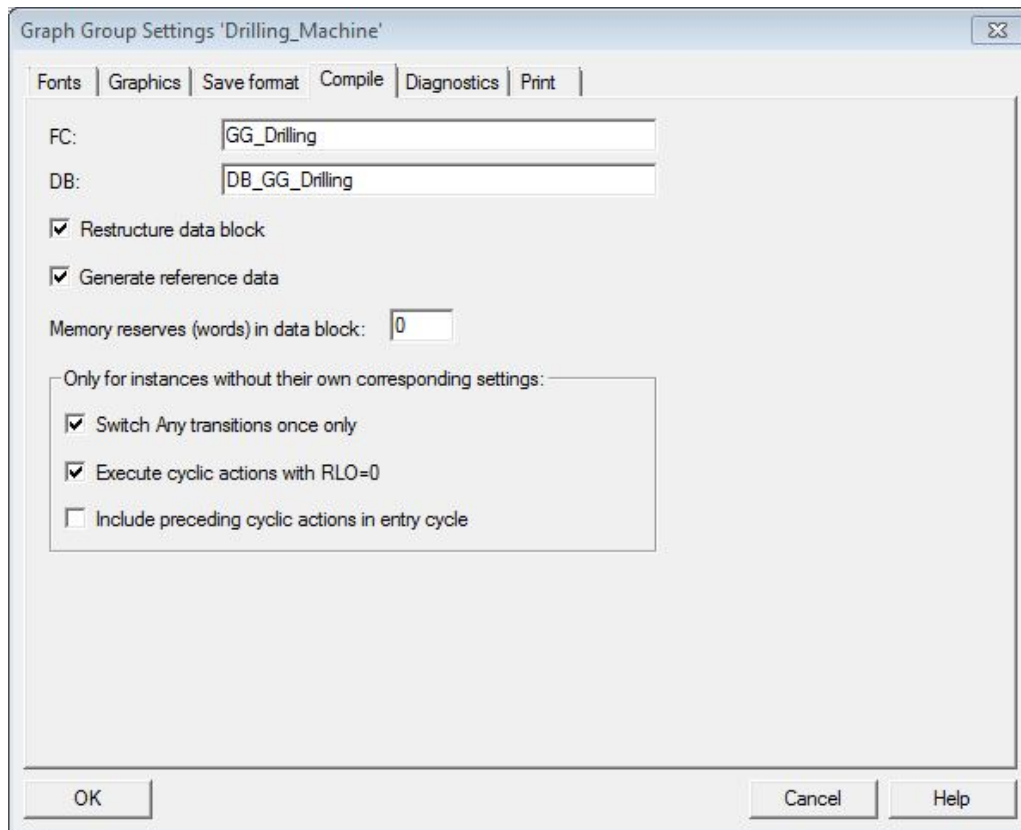

Рисунок 6.7 – Вид вікна настроювання на закладці *Compile*
У меню Options вибрати команду «*ім'я_групового_графа* Settings». У вікні, що відкрилося, перейти на закладку Compile (рис. 6.7) і ввести ім'я функції (FC) і блоку даних (DB). При призначенні імені можна вказувати абсолютне ім'я, наприклад, FC 1. Тут же треба встановити інші параметри налаштування.